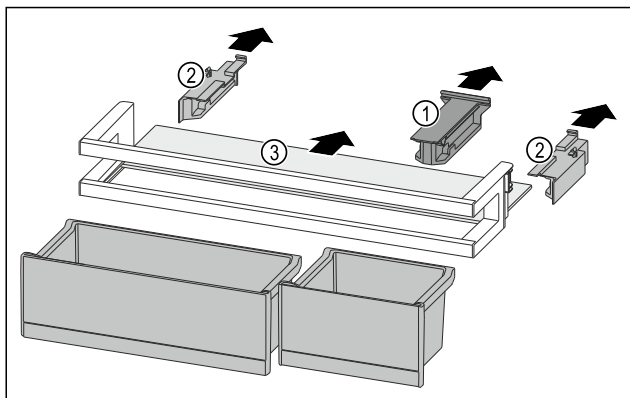

Fig. 212
- Držák Fig. 212 (1) stáhněte.
- Boční díly Fig. 212 (2) stáhněte.
- Odkládací plochu Fig. 212 (3) odeberte.